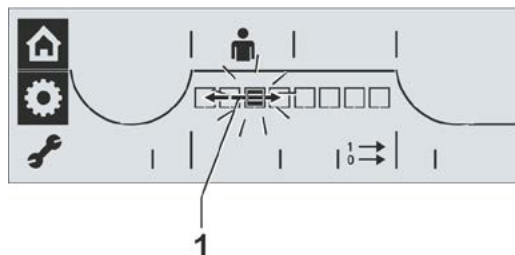

Fig. 2: Seleccionar kit de aviso
- Pressionar o controle de drive. O segmento preto, mostrado pelo kit de aviso, piscará (Fig. 2).
- Girar o controle de drive e seleccionar o kit de avisos desejado (Fig. 2, pos. 1). O segmento na escala será mostrado conforme o kit de aviso escolhido, sendo que o primeiro local à esquerda se refere ao kit de aviso 1.